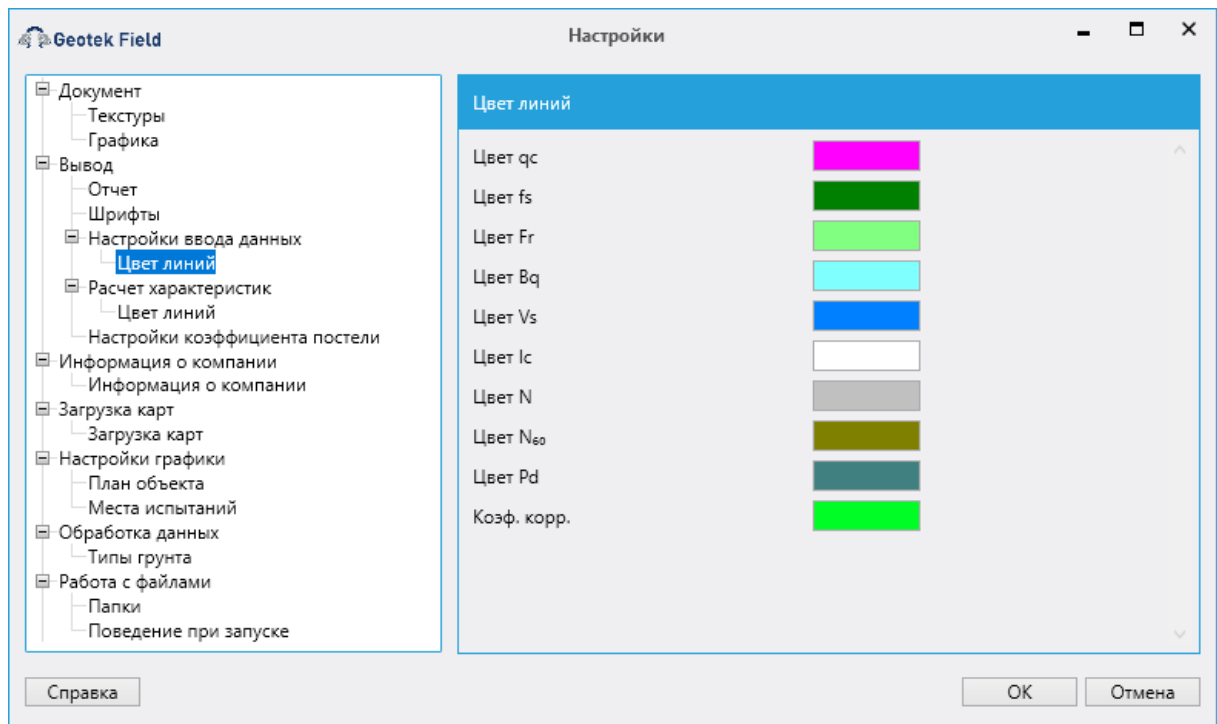

Рис. 6.18. Выбор цвета
- *Настройки* – позволяет настроить цвета линий графиков (рис. 6.18).